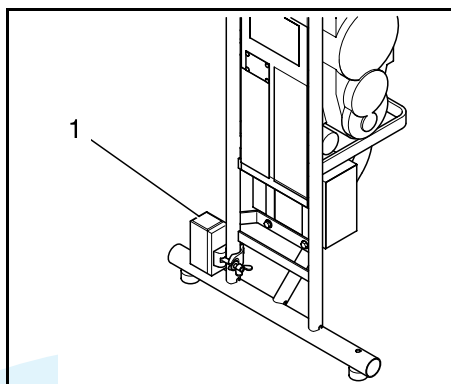

Bild 38 Anschlag anbauen
6. Anschlag (38/1), wie in Bild 38 dargestellt, am Aufbauelement anbauen.